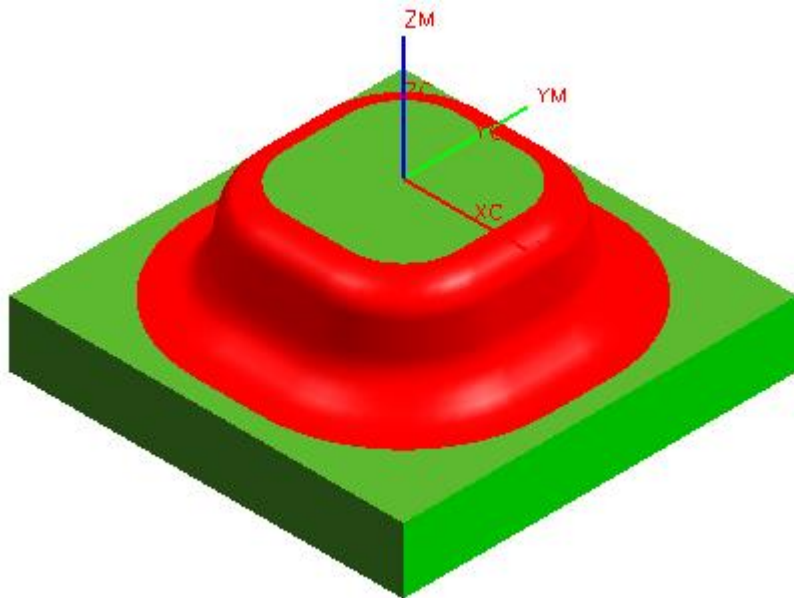

图 6-9
- 单击切削区域 ，选择如图 6-9 所示的曲面区域。选择时可先切换到前视图（FRONT），使用窗口选择方式较为快捷，单击 OK。
- 单击切削区域 ，选择如图 6-9 所示的切削区域，单击 OK。